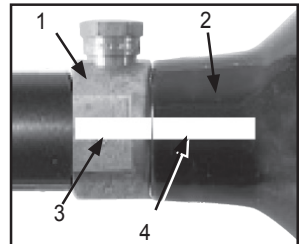

Figura 9: Cilindro y válvula marcas
**La válvula de bronce o níquel (Figura 9, #1) ha sido fabricada para estar unida al cilindro de aire o de CO2 (2). Un cilindro de aire o de CO2 puede dispararse con tal fuerza que puede causar lesiones permanentes o la muerte si se separa el cilindro (2) de la válvula (1).**
Referirse a la figura 9. Han habido reportes de incidentes causados por jugadores que sin conocimiento desatornillan el cilindro (2) de la válvula (1). Esto ocurre cuando el jugador piensa que el ensamble cilindro y la válvula han sido desatornillado de el adaptador de suministro de aire de el marcador de paintball, cuando en realidad están desatornillando el cilindro de la válvula del cilindro.
4. Mire las marcas en el cilindro y en la válvula (como se observa en la figura 9 en la página 13) cuando de vuelta al cilindro  $\frac{3}{4}$  de vuelta aproximadamente en sentido contrario a las agujas del reloj.